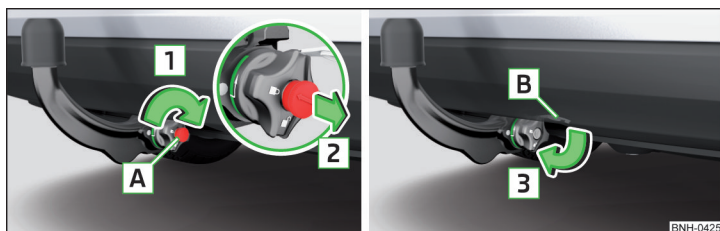

Fig. 134 Încuiiați încuietoarea și scoateți cheia/așezați capacul pe încuietoare
- Rotiți cheia **A** în sensul săgeții **1**, astfel încât săgeata de pe cheie să fie orientată spre simbolul **B** » fig. 134.